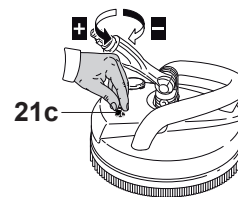

Fig. 18
3. Ajuste la cantidad de detergente dispensada mediante el dosificador de detergente (21c) (Fig. 18).